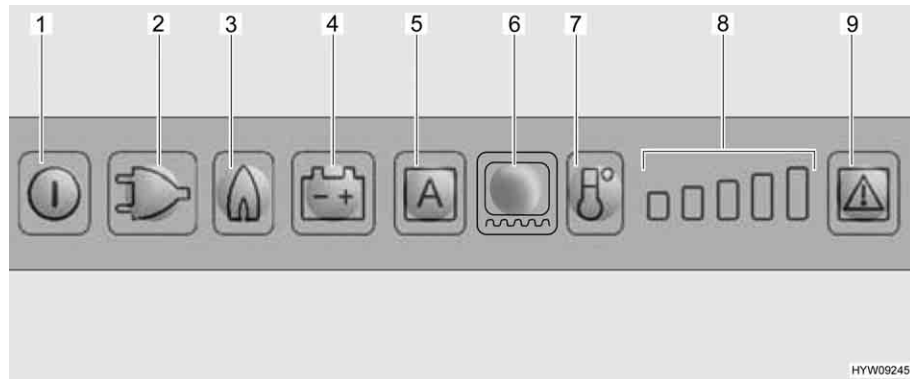

Fig. 178 Réfrigérateur Dometic avec panneau de commande DEL
Dès que le fonctionnement au gaz est activé, la veilleuse de sécurité s'ouvre automatiquement, de sorte que le gaz peut arriver au brûleur. En même temps, l'allumage électronique est connecté. Si la flamme s'éteint, p. ex. en raison d'un courant d'air, l'allumage est immédiatement activé et rallume le gaz. En cas de panne de gaz, les touches lumineuses Gaz (Fig. 178,3) et Dérangement (Fig. 178,9) clignotent et une alarme acoustique retentit pendant 20 secondes.
- Appuyer sur la touche Marche/Arrêt (Fig. 178,1) pendant env. 2 secondes. Le réfrigérateur s'enclenche, le dernier mode de fonctionnement choisi est indiqué.
- Appuyer sur la touche lumineuse pour le mode de fonctionnement désiré (Fig. 178,2 - 4) ou le mode automatique "AES" (Fig. 178,5) (uniquement sur le modèle AES).
- Régler la température de réfrigération avec la touche de puissance de réfrigération (Fig. 178,7). L'indicateur de puissance de réfrigération (Fig. 178,8) indique le réglage choisi du thermostat.
- Appuyer sur la touche Marche/Arrêt (Fig. 178,1) pendant env. 2 secondes.
Lorsque le réfrigérateur est mis en marche, il choisit automatiquement la température moyenne du thermostat. Ce réglage peut cependant être corrigé manuellement à l'aide de la touche de puissance de réfrigération (Fig. 178,7). Il faudra attendre quelques heures jusqu'à ce que le réfrigérateur ait atteint sa température normale de réfrigération. Le réglage du thermostat est conservé en cas de commutation sur un autre mode de fonctionnement.
- Régler le chauffage du cadre pour une durée de 2 heures : Appuyer une fois sur la touche lumineuse Chauffage du cadre (Fig. 178,6). Une barre indiquant la puissance de réfrigération (Fig. 178,8) s'allume.
- Régler le chauffage du cadre pour une durée de 5 heures : Appuyer deux fois sur la touche lumineuse Chauffage du cadre (Fig. 178,6). Deux barres indiquant la puissance de réfrigération (Fig. 178,8) s'allument.
- Régler le chauffage du cadre sur fonctionnement permanent : Appuyer trois fois sur la touche lumineuse Chauffage du cadre (Fig. 178,6). Trois barres indiquant la puissance de réfrigération (Fig. 178,8) s'allument.
L'indicateur de puissance de réfrigération (Fig. 178,8) indique pendant quelques secondes la durée de fonctionnement du chauffage du cadre.
En cas de dérangement, la touche lumineuse Dérangement (Fig. 178,9) clignote. Une des touches lumineuses Mode de fonctionnement ou l'indicateur de puissance de réfrigération clignote. De plus, un signal d'avertissement acoustique retentit. Les consignes relatives à l'affichage de défauts et à leur élimination sont données au chapitre 14.
- ▷ Quand un dérangement du régime au gaz a été éliminé, appuyer sur la touche lumineuse Reset (Fig. 178,9).